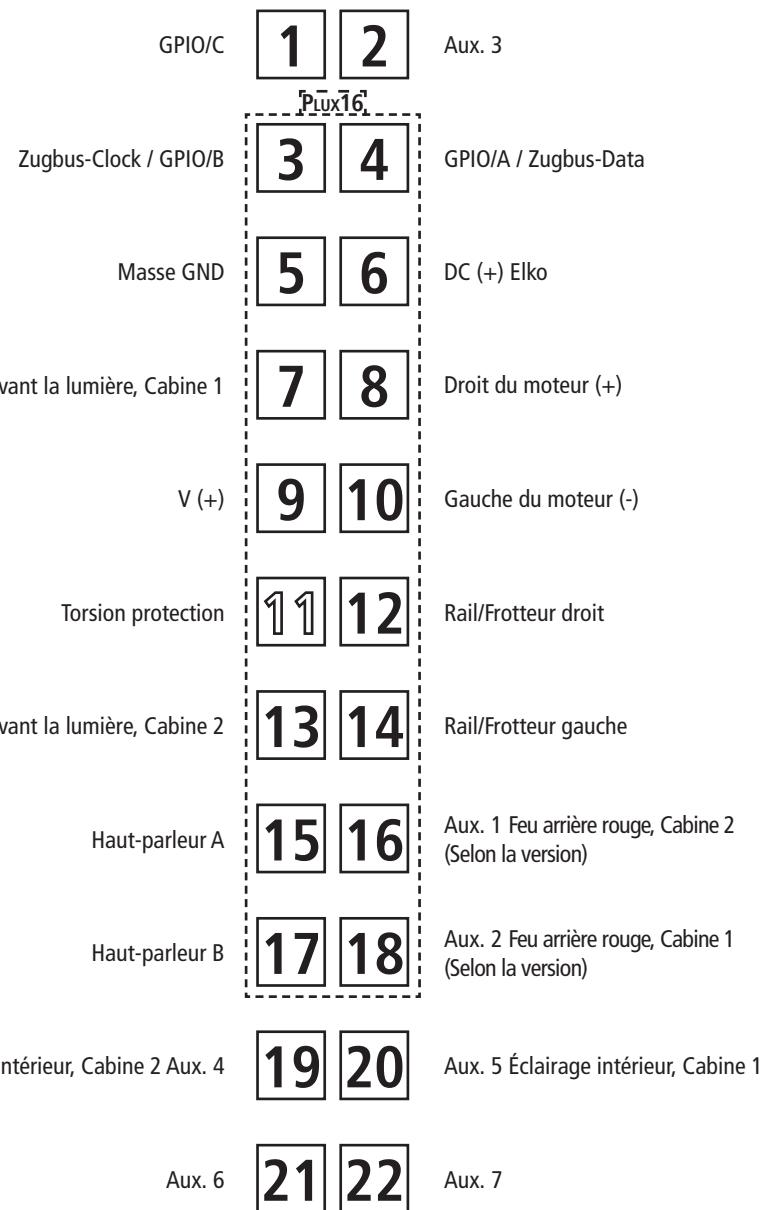
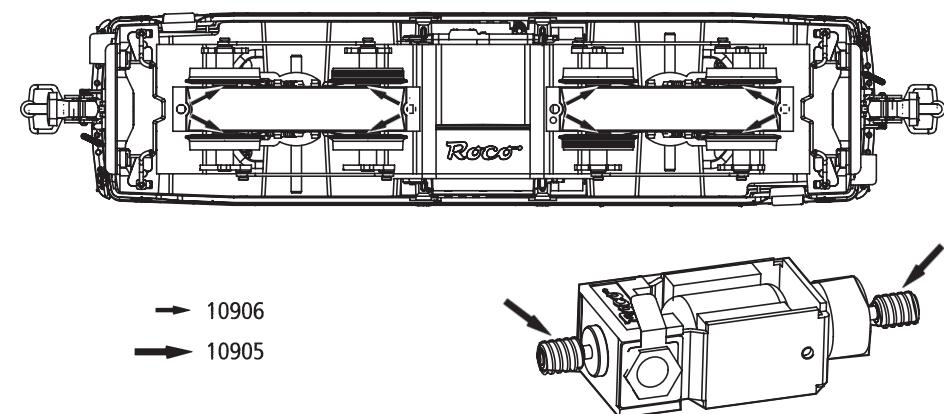

Fig. 5
Fig. 6
2. Haftreifenwechsel: Zuerst die Drehgestellblende sowie die Triebstangen abnehmen (Fig. 6). Danach den **Radsatz** herausnehmen und die **Haftreifen** mit einer Nadel od. mit einem feinen Schraubendreher abziehen (Fig. 5). Beim Aufziehen der neuen Haftreifen darauf achten, dass diese sich nicht verdrehen.
2. Échange des bandages d'adhérence: Démontez d'abord **les flancs de bogies** s des engrenages ainsi que la tige de conduite (fig. 6). Délogez ensuite les essieux bandagés et enlevez, à l'aide d'une aiguille ou d'un tourne-vis fin, les bandages d'adhérence (fig. 5). Lors du montage des nouveaux bandages veuillez veiller à ce que les bandages **ne soient pas tordues**.